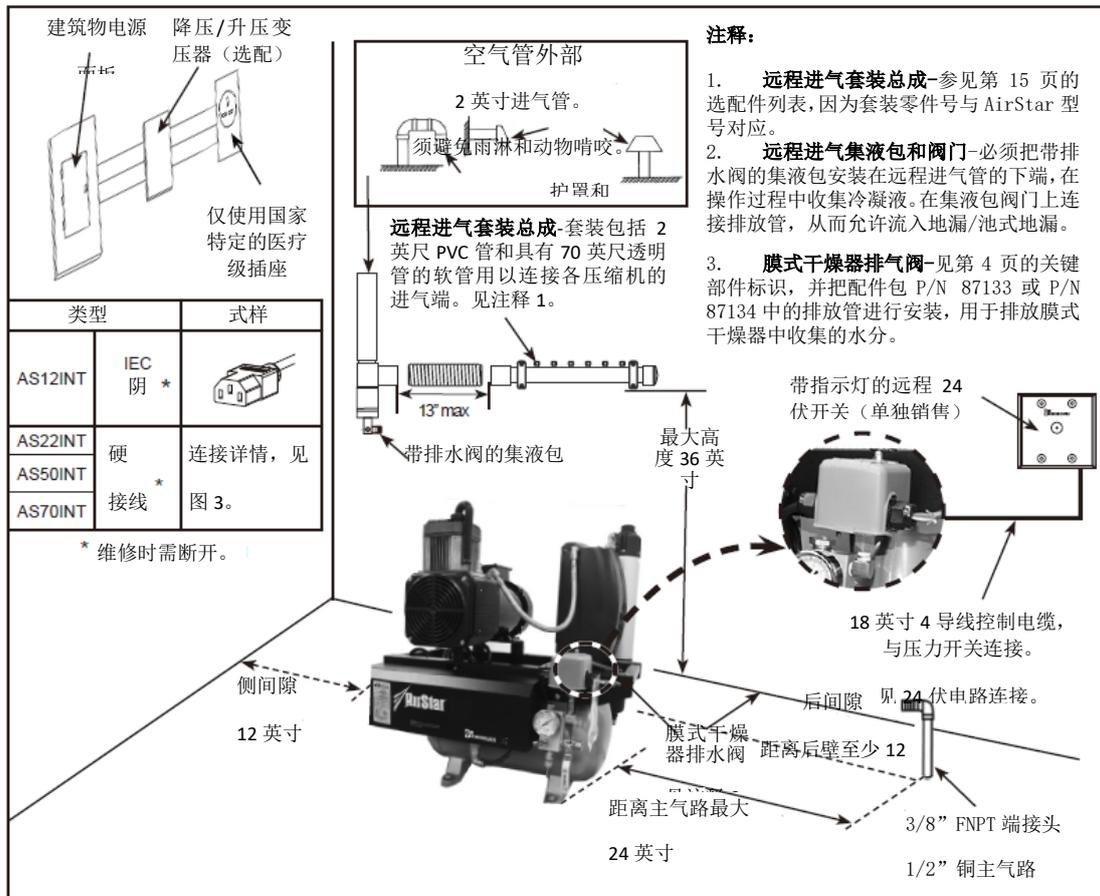

图 2 总体场地要求
- **设备接地:** 所有 **AIRSTARs** 必须与接地的金属永久布线系统连接, 或者设备接地导体必须与电路导体联合运行并连接 **AIRSTAR** 的软金属管电源中的设备接地导线。无法做到会导致火灾、触电、伤害或死亡。见图 2, 总体场地要求, 第 7 页。